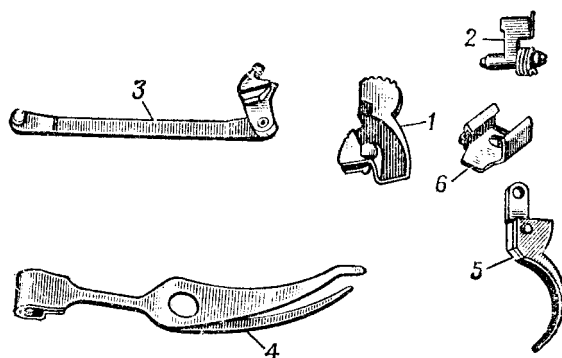

Рис.37. Детали ударно-спускового механизма:
7. **Ударно-спусковой механизм** (рис. 37) состоит из курка, шептала с пружиной, спусковой тяги с рычагом взвода, боевой пружины и задвижки боевой пружины.